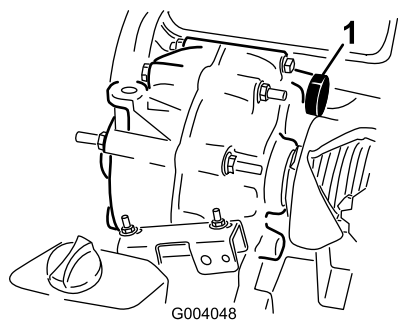

Рисунок 47
- Долейте в бак (Рисунок 47) через заливное отверстие приблизительно 1,4 л масла указанного типа или пока уровень масла в трансмиссии не станет на уровне нижней части резьбы. (Рисунок 46).